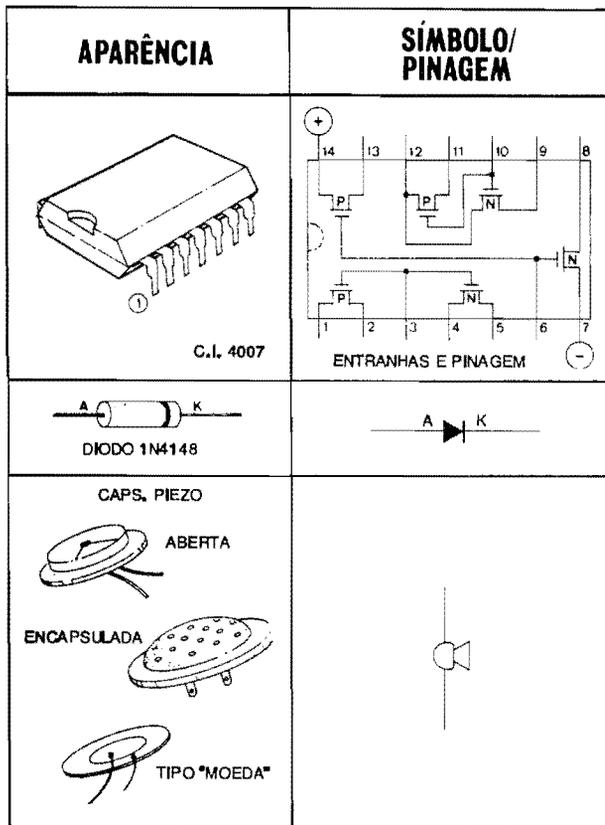

FIG. 2
- FIG. 2 - PRINCIPAIS COMPONENTES DA MONTAGEM - Sem mencionar os resistores e capacitor (demasiado comuns para - no atual estágio do nosso “Curso” - merecer maiores detalhes...), as principais peças do circuito são vistas na figura, em suas aparências, símbolos e pinagens, de modo a facilitar ao máximo o entendimento - principalmente pelos “Alunos” que só agora estão chegando à “Escola”... O Integrado 4007 tem 14 pinos, cuja numeração/contagem, com a peça vista por cima, “pelas costas”, é feita em sentido anti-horário, a partir da extremidade marcada por um pequeno chanfro, ressalto ou ponto (pintado ou em relevo). O diodo tem seu terminal de **catodo** indicado por uma faixa ou anel em cor constrastante, sobre a correspondente extremidade... Finalmente, quanto à cápsula piezo (um componente **não polarizado**, ao contrário do Integrado e diodo...) pode ser encontrada (e utilizada no circuito, sem problemas...) nos três “modelos” estilizados: aberta, encapsulada ou tipo “moeda” (ou “pastilha”)... O tipo encapsulado, embora um pouco mais caro do que os outros, promove um melhor rendimento sonoro, embora a aberta e a “moeda” também sirvam, para as aplicações desprezíveis do TIC-TAC PERPÉTUO...
- 1 - Cápsula piezo (transdutor "de cristal") de qualquer dos tipos ilustrados na FIG. 2